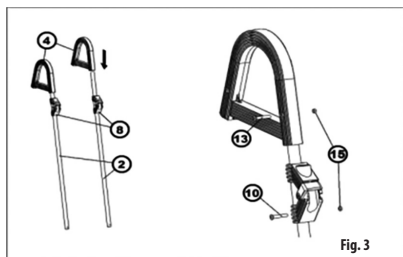

Fig. 3
Tryck fast säkerhetskällare (8) mot de övre ihopmonterade stödben (2) och tryck sedan fast plastbågar (4). Skruva ihop komponenter med de medföljande skruvar och muttrar (10, 13, 15). (Fig. 3)